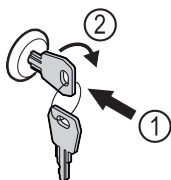

Fig. 126 Représentation à titre d'exemple
- Insérer la clé Fig. 126 (1).
- Tourner la clé à 90° dans le sens horaire Fig. 126 (2).